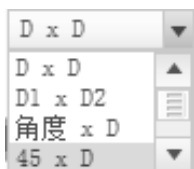

图 3.40 【集】菜单
(2) 操控板中【集】菜单如图 3.40 所示。在【集】菜单中选择“45×D”命令，在文本框中输入倒角尺寸值为 0.5。